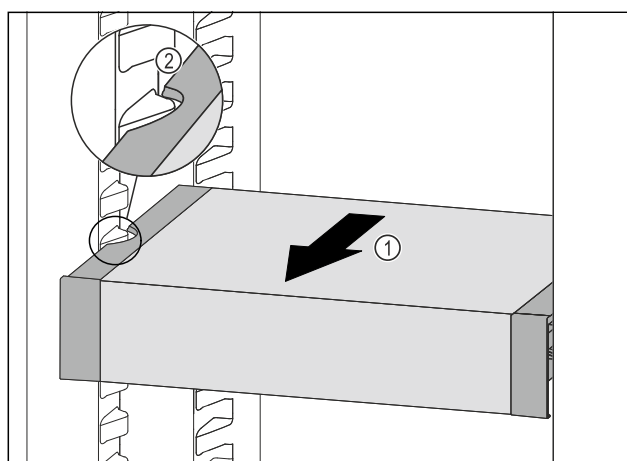

Fig. 82
- ▶ Tirer le VarioSafe vers l'avant *Fig. 82 (1)* jusqu'à ce que les encoches latérales du VarioSafe se trouvent au niveau de la nervure du bac dans la partie réfrigérateur. *Fig. 82 (2)*